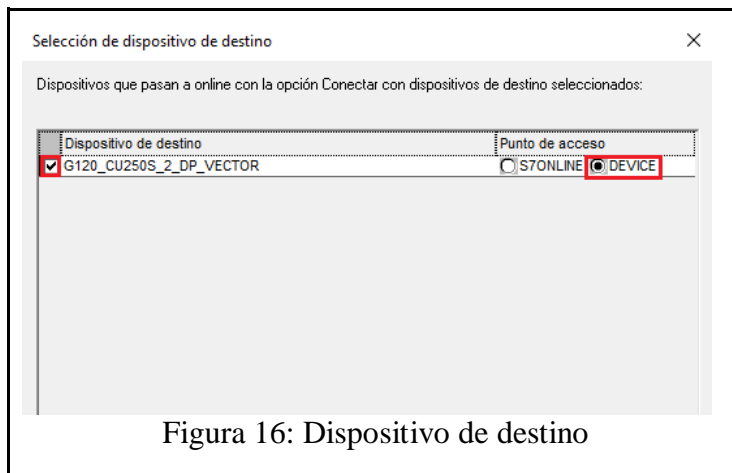

Figura 16: Dispositivo de destino
- Luego se abrirá una ventana **“selección de equipos de destino”**, en esta ventana se debe seleccionar el dispositivo de destino en este caso **“CU250S_2_DP_VECTOR”**, y en punto de acceso seleccionar **“Device”** (ver Figura 16).